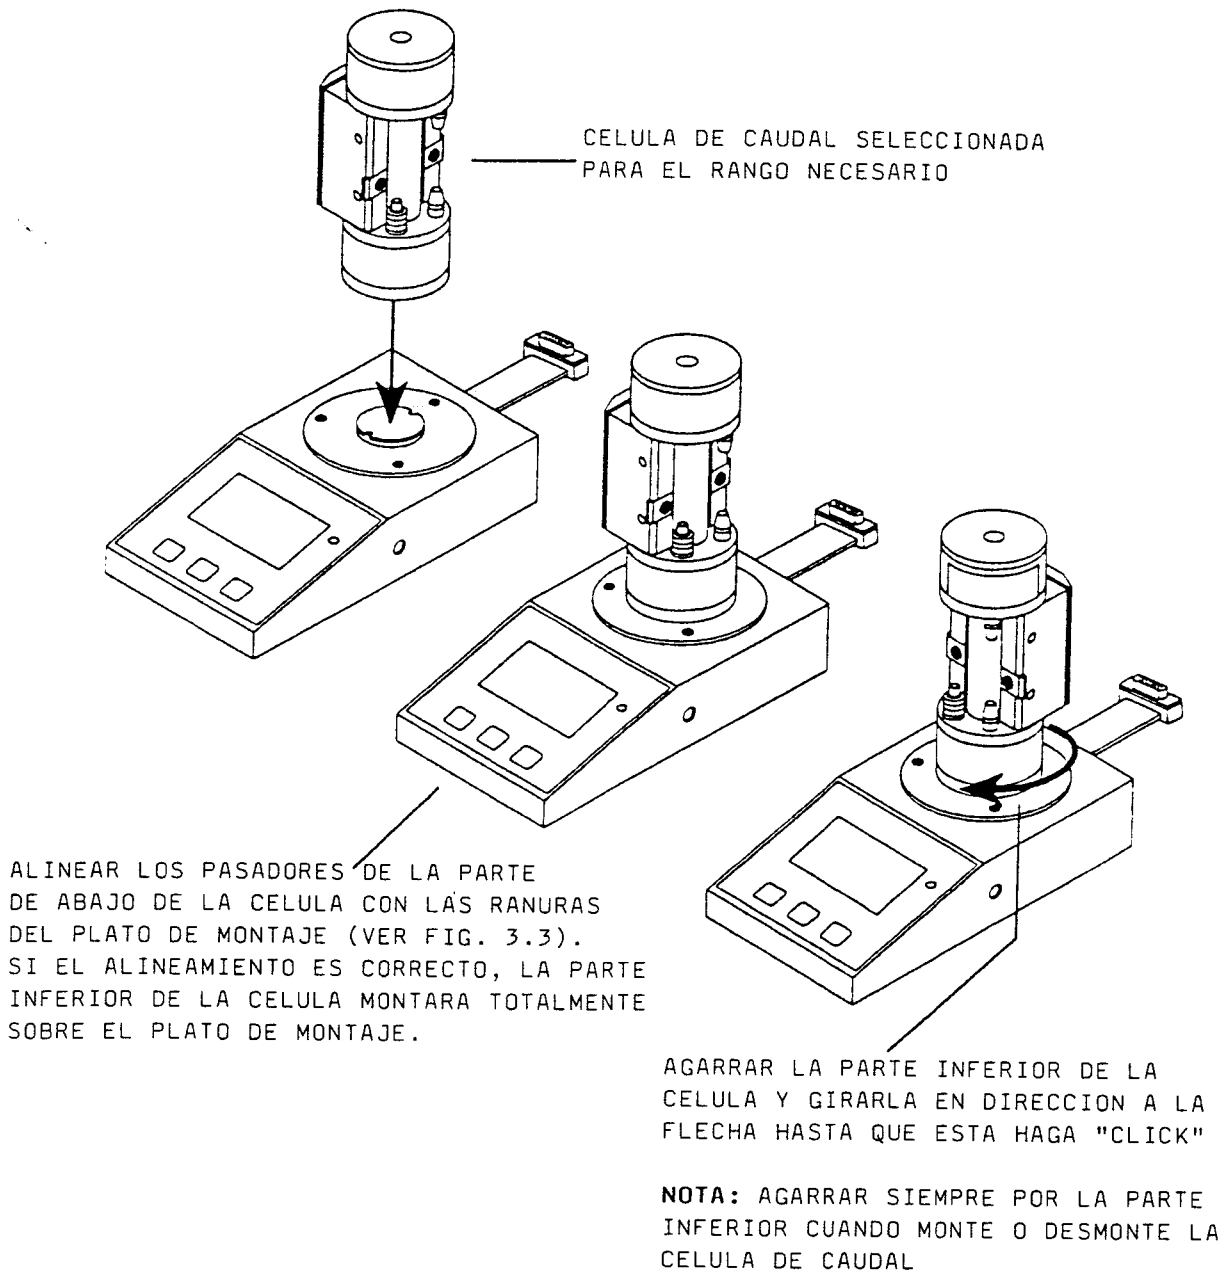

FIGURA 3.2
4. Con el frente de la Célula de Caudal hacia la derecha (ver Figura 3.2), bajar la célula sobre el Plato de Montaje en la Unidad de Control.